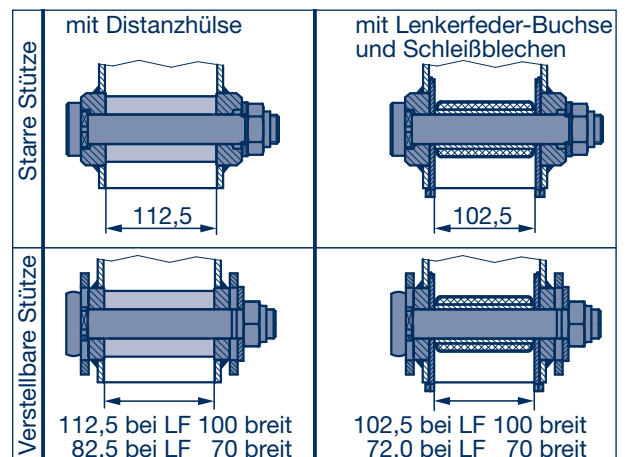

Bild 14
- [22] Neue Buchsen einsetzen und mit Distanzhülse bzw. Lenkerfederbuchse (1005) plus montierte Verschleißblechen (1525) vorspannen, mittig und bei verstellbaren Stützen horizontal ausrichten und heften, siehe Bild 14. (LF = Lenkerfeder)